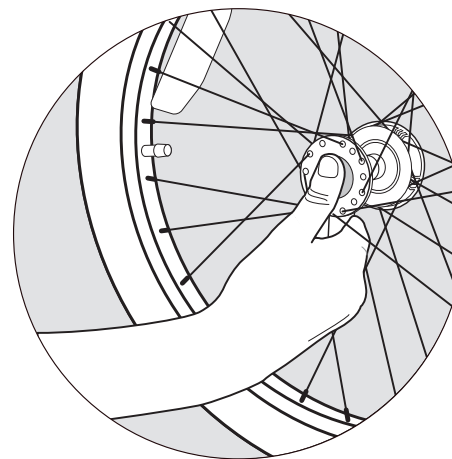

Abbildung 5
1. Den Gummiknopf an der Außenseite der Radnabe drücken (Abbildung 5).